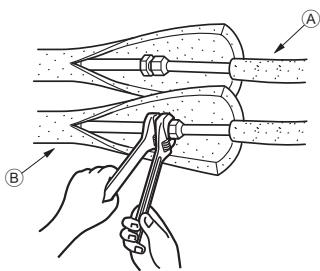

Fig. 4-3
4.3. Travaux pour l'installation des tuyaux de r frig rant (Fig. 4-3)